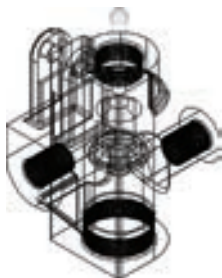

图 11-164 着色后的图形
6) 着色面：选择菜单栏中的“修改”→“实体编辑”→“着色面”命令，将视图中的面按照需要进行着色。结果如图 11-164 所示。